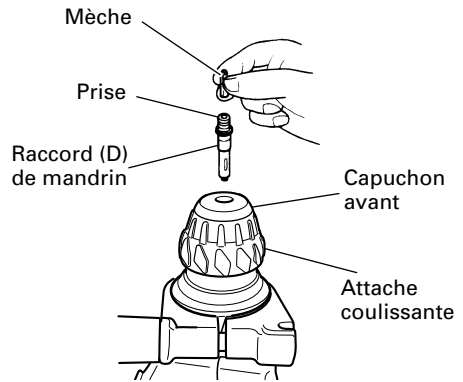

Fig. 8
4. Lors du vissage des vis machine (Fig. 8)
- **Ne pas tenter d'utiliser le marteau rotatif en mode de rotation et de percussion lorsque le mandrin porte-foret (D) et la mèche y sont fixés.**
5. Enfoncement de vis à bois (Fig. 8)